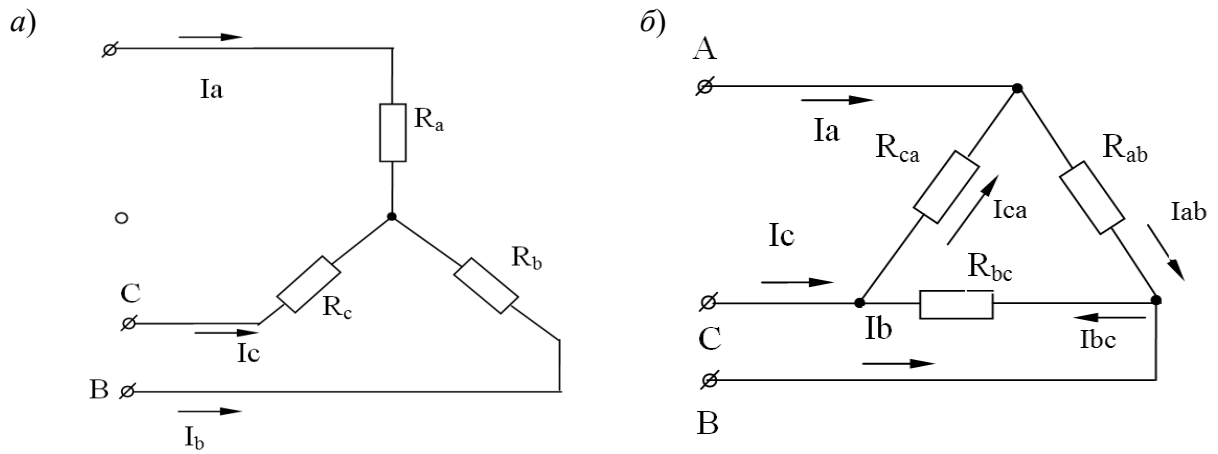

Рисунок 2 – Соединение резисторов звездой (а) и треугольником (б)
– преобразование треугольника резисторов в эквивалентную звезду и наоборот (рисунок 2).